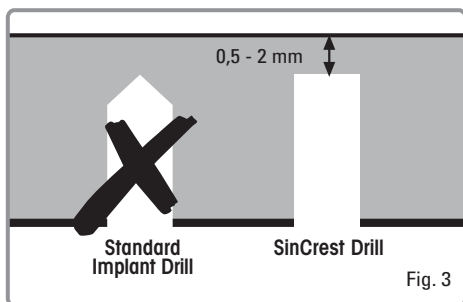

Fig. 3
- Verwenden Sie das SinCrest-Gerät nicht, ohne zuvor ein Bohrloch mit den entsprechenden Fräsern mit flachen Enden, SinCrest Drill Ø 3.0 oder SinCrest Drill Ø 4.0 erstellt zu haben (siehe Abb. 3).
führen Sie den Fräser bitte nur einmal bis zum Anschlag des Tiefenstopps ein. Die wiederholte Betätigung könnte zu einer geringeren Stabilisierung des SinCrest-Geräts führen, dies insbesondere im Falle einer reduzierten vertikalen Knochenhöhe. Es ist ratsam, einen maximalen Abstand von ca. 2,0 mm von der Kieferhöhlenmembran einzuhalten (siehe Abbildung 3).